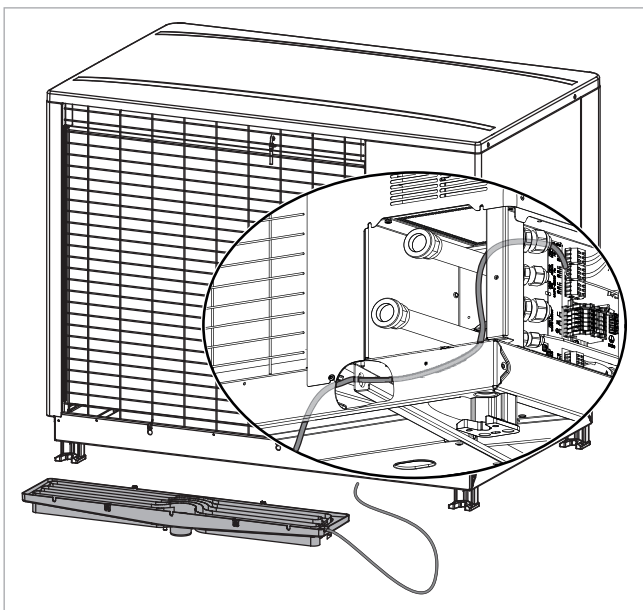

Abb. 44: Abdeckung des Anschlussbereichs entfernen
2. Rohrbegleitheizung entsprechend → Abb. 44 an Klemme XD06 anschließen.